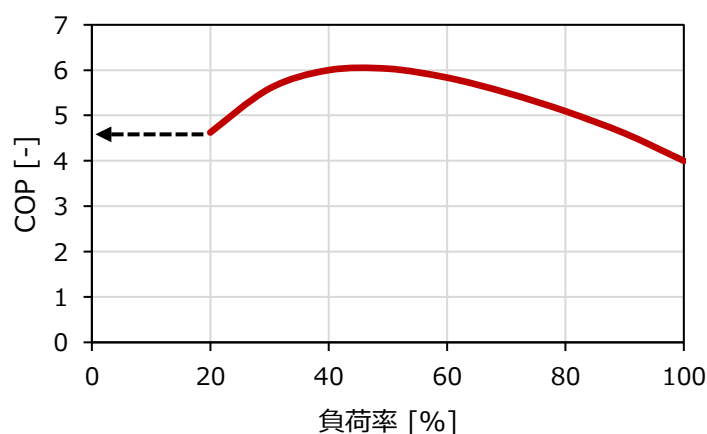

図 16 COP が水平となる部分負荷特性
- ・ 特性を得られた最小の負荷率（図 16 中の 20 %）の COP を根拠として、その負荷率以下の値を設定する。図 16 中の 0～20 %は特性が得られておらず、この範囲に最も近い 20 %の COP を採用する考え方である。